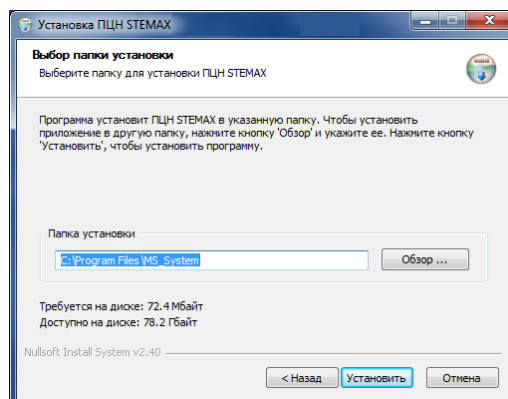

Рис. 4.2. Выбор папки для установки ПО STEMAX
3. В окне *Выбор папки установки* укажите папку, в которую будет установлено ПО STEMAX (по умолчанию C:\Program Files\MS_System), и нажмите кнопку *Установить* (Рис. 4.2).